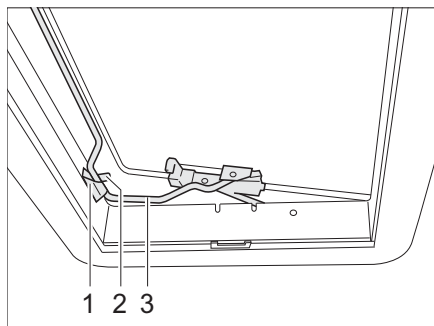

Fig. 52 Claraboya Heki en posición de ventilación 2
- Situar la horquilla (Fig. 52,3) en la sujeción (Fig. 52,1).
- Colocar la palanca (Fig. 52,2) sobre la horquilla.